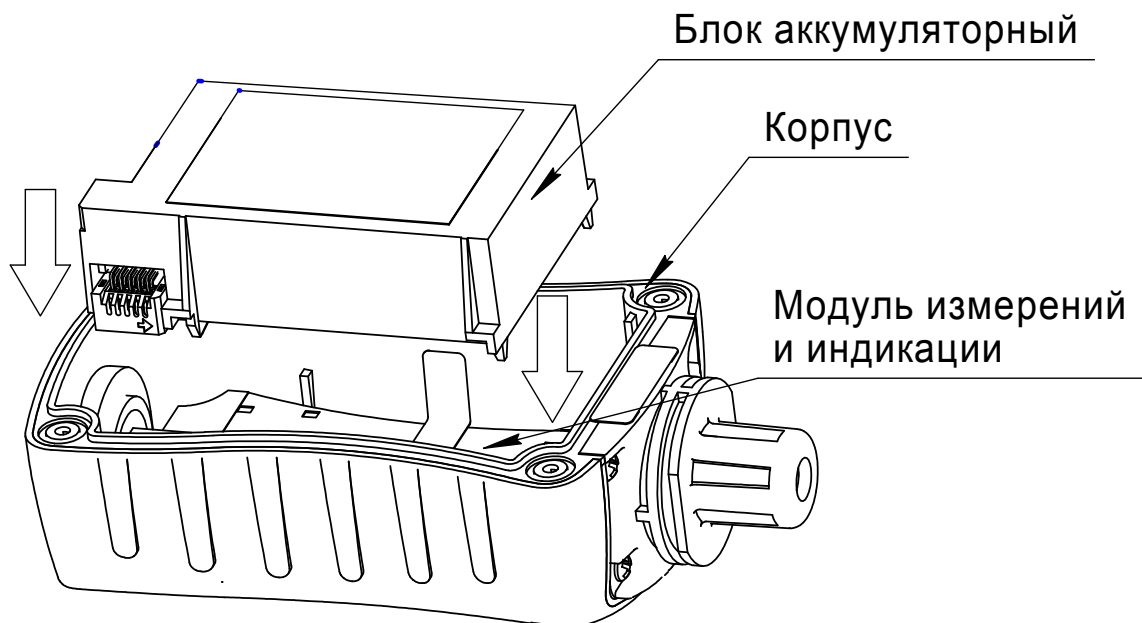

Рисунок 3.2 – Схема замены блока аккумуляторного
- вывинтить четыре винта на задней крышке сигнализатора и снять заднюю крышку (см. рисунок 3.2);